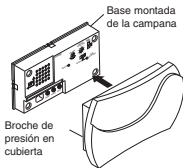

Figura 5
10. Colocar firmemente la cubierta de la campana sobre la base (vea la Figura 5).
8. Colocar firmemente la cubierta de la campana sobre la base (vea la Figura 5).
Tapa de cierre a presión: Aplique presión a la tapa hasta que se asiente en su sitio (vea la Figura 5) Para retirar, agarre firmemente la tapa y hálala para retirarla de la base.